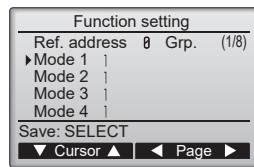

Fig. 6-11
(4) (Fig. 6-11)
(5) (Fig. 6-11)